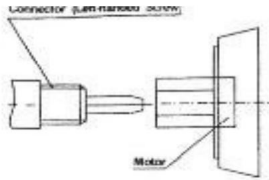

fig.3
7. Lasciarli in un luogo adatto quando il motore è collegato alla testa vibrante. Avvitare il connettore della testa vibrante sul motore (come in fig. 3).